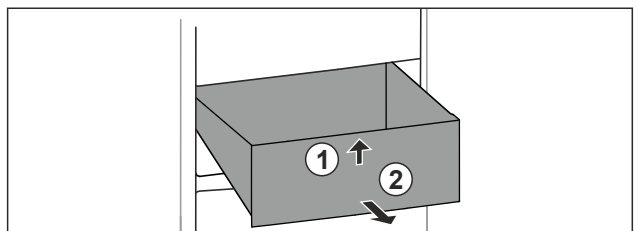

Fig. 25
- Nadvihnite zásuvku vpredu. Fig. 25 (1)
- Odoberte zásuvku dopredu. Fig. 25 (2)